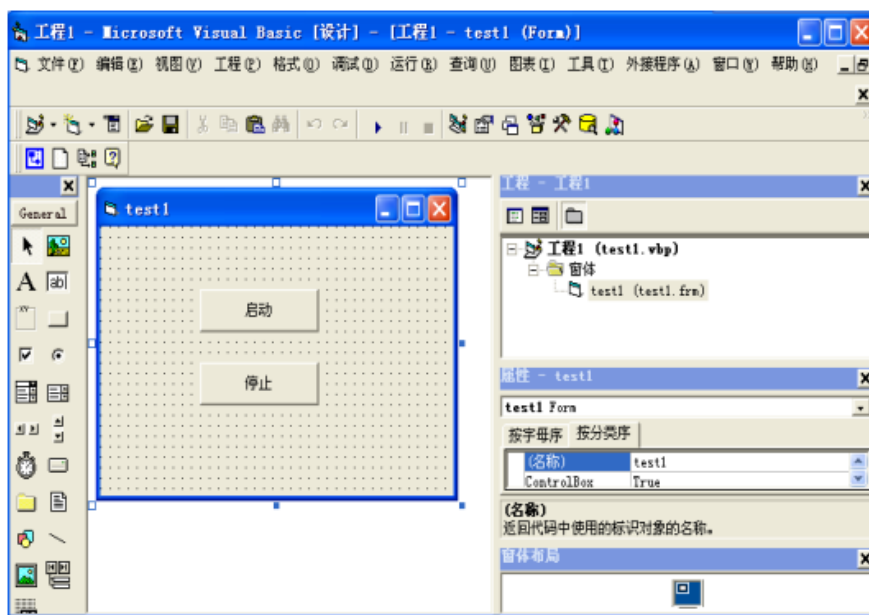

图 6-8 修改对话框 (VB)
- (1) 在磁盘上新建一个目录，如 E:\test1
- (2) 打开 Visual Basic 6.0
- (3) 新建一个“标注 EXE”工程，在对话框上添加按钮“启动”（名称修改为 CB_Start）和“停止”（名称修改为 CB_Stop），如图 6-8 所示：